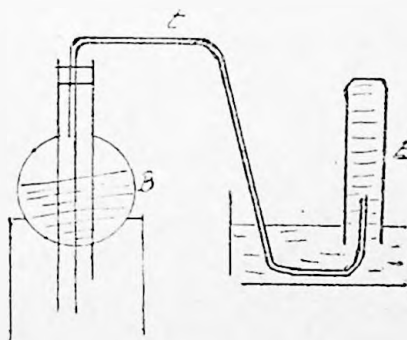

Fig. 70
EXPERIENȚA 123. Într'un balon (fig. 70) B se pune o soluțiune de glucoză. În ea se adaugă câte-va sfărămituri de o substanță numită drojdie de bere (care se întrebuințează la facerea cozonacilor etc). Dela balon iese un tub (t) care vine sub o eprubetă cu apă de var (E). Se ține aparatul la o temperatură potrivită $25^{\circ} - 30^{\circ}$.